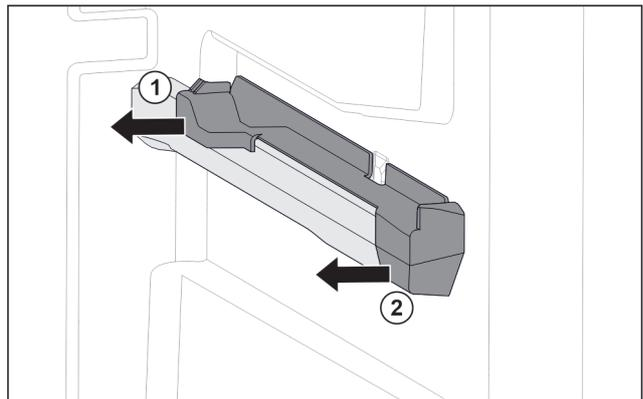

Fig. 39 Aufsteckteil auf der rechten Behälterrippe
- ▶ Aufsteckteil hinten zur Seite abziehen. Fig. 39 (1)
- ▶ Aufsteckteil vorne zur Seite abziehen. Fig. 39 (2)